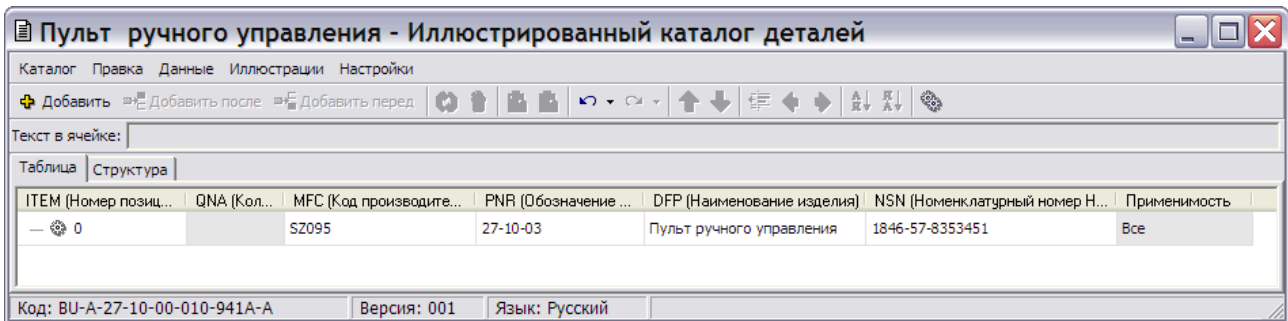

Рис. 6.19
- Заполните аналогичным образом все ячейки текущей позиции (Рис. 6.19).